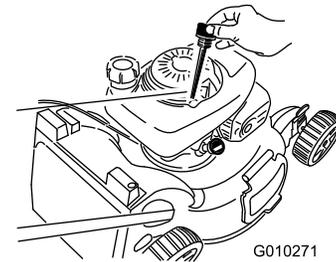

Bild 39
6. Nehmen Sie den Peilstab aus dem Öleinfüllstutzen (Bild 39).